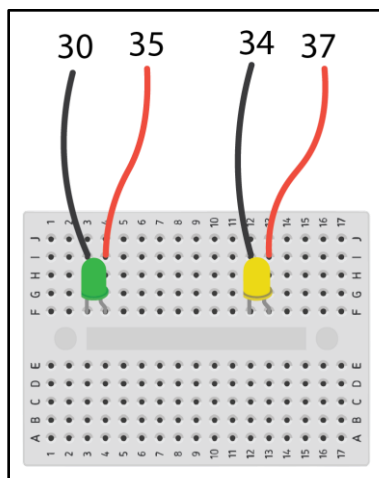

Рисунок 23. Подключение зеленого и желтого светодиодов к GPIO
- d. Подключите два цветных светодиода (зеленый и желтый), которые представляют выходы ганглиозных клеток 1 и 2, к GPIO, используя следующую логику (**Рис. 23**). Аналогично предыдущему шагу, здесь также используется красный соединительный провод, который последовательно соединяется с проводами Dupont типа «мама-мама».